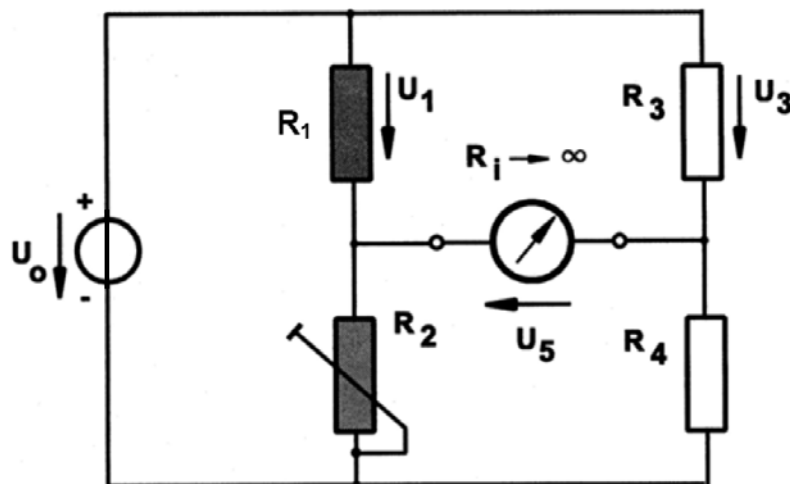

Abb. 1: Messschaltung zur Bestimmung von  $R_1$
4. Gehen Sie von der Schaltung in Abb. 1 aus. Es gelte:  $U_0 = 6V$ ,  $R_1 = R_4 = 605\Omega$ ,  $R_2 = R_3 = 595\Omega$ . Bestimmen Sie  $U_5$ .
Es ist eine Brückenschaltung gemäß der Abb. 1 aufzubauen und abzugleichen. Als Widerstand  $R_1$  wird der Widerstand  $R_1$  der 4 Dehnungsmessstreifen-Widerstände des unbelasteten Biegebalkens verwendet.